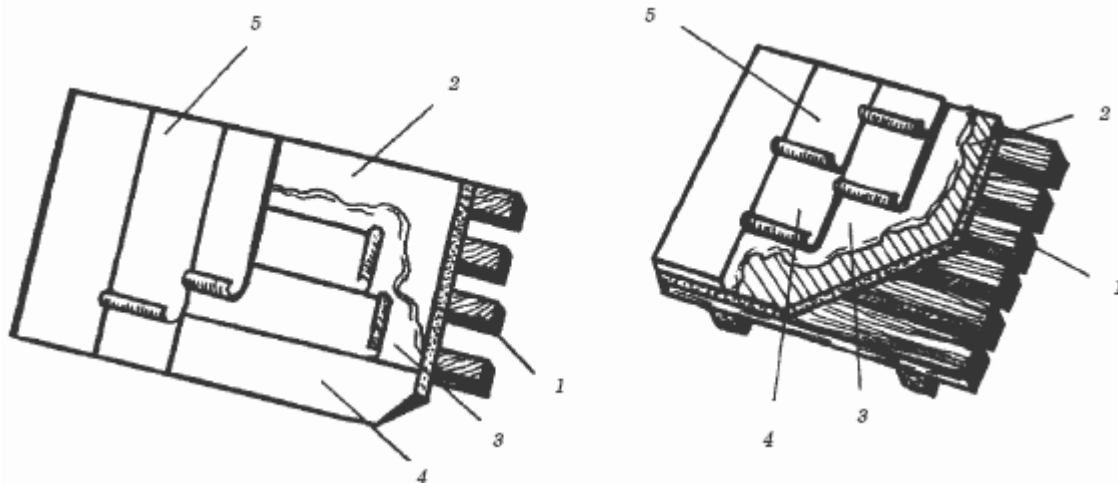

Рис. 104. Устройство рулонной кровли:
– верхний слой кровельного материала покрывают 5-миллиметровым слоем битумной мастики, в который вдавливают горячий окатанный гравий фракцией 3–5 мм (рис. 104).